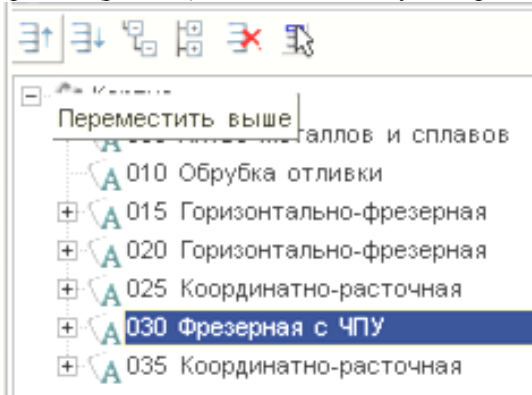

Рис. 3.2
3. Для того чтобы *перемещать* операцию по *ТП*, необходимо установить курсор на *перемещаемой* операции и, последовательно нажимая на кнопку *Переместить выше* или *Переместить ниже* (рис. 3.2), *переместите* операцию на новое место.